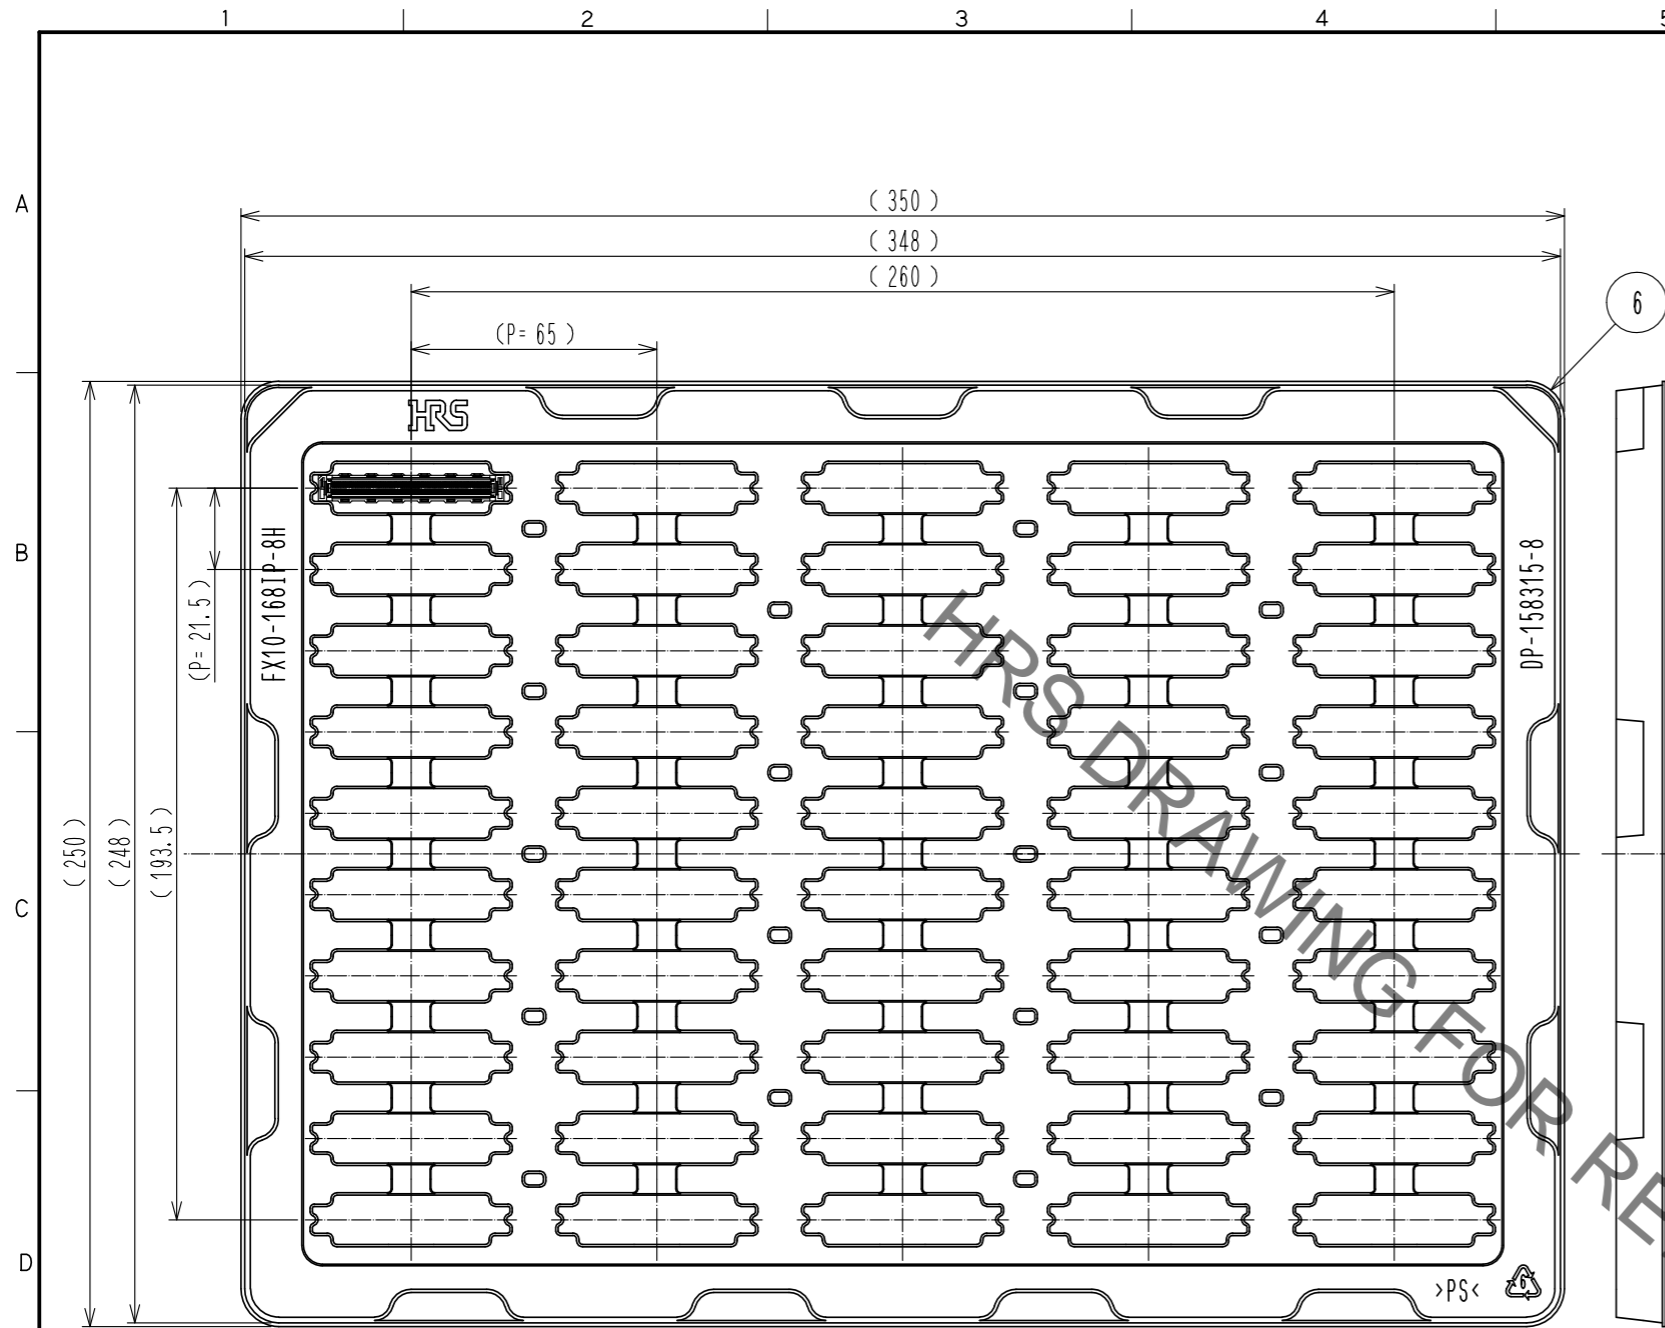

Fig. 3 梱包状態図 (1:2) ◀6
- ① ヘッダーコネクタは基板間高さで決まります(スタッキング高さ)。コネクタの組み合わせはTable 1を参照ください。
- ② インターポザーの固定側(ブラック)は、board αに実装されたヘッダーと嵌合します。挿抜側(グレー)は、board βに実装されたヘッダーと嵌合します。
- ③ プリント基板をサポートし、またSMTはんだ接合部を保護するためにスペーサーが必要となります。推奨スペーサー高さはTable 1を参照ください。
- ④ 信号ピンの構成はTable 2を参照ください。本製品はディファレンシャル用信号52ペア、シングルエンド用信号8ピンとグランド信号56ピンの構成となります。
- ⑤ ロットNo.は、図示の位置になります。
- ⑥ 本製品は1ソフトトレイに50個入りとなります。詳細はFig. 3を参照ください。